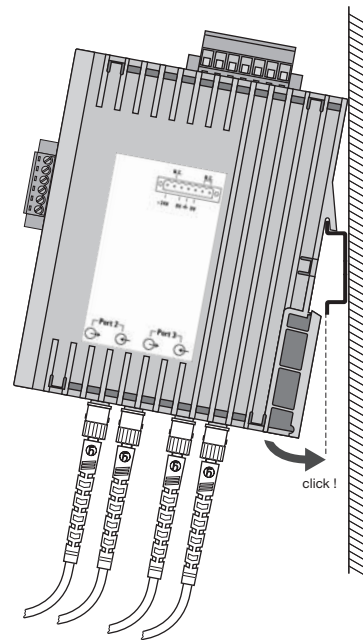

Abb. 9: Montage des Repeaters auf einer Hutschiene
- ▶ Montieren Sie die Repeater auf der Hutschiene. Hängen Sie hierzu die obere Rastnase des Repeaters in die Hutschiene ein und drücken Sie die Unterseite - wie in der Abbildung 9 gezeigt - auf die Schiene, bis die Rastnase einrastet.